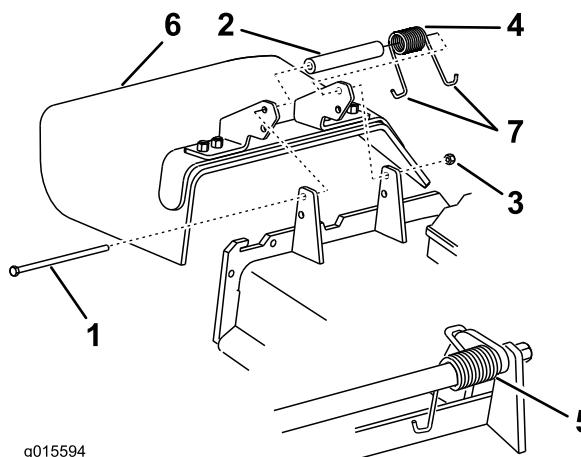

Figura 88
Nota: Verificate che un'estremità a gancio J della molla si trovi dietro il bordo del piatto di taglio prima di montare il bullone, come illustrato nella Figura 88.
- 6. Infilate l'estremità a gancio J della molla attorno al deflettore dello sfalcio (Figura 88).
1. Togliete il dado di bloccaggio, il bullone, la molla e il distanziale che fissano il deflettore alle staffe orientabili del tosaerba (Figura 88).